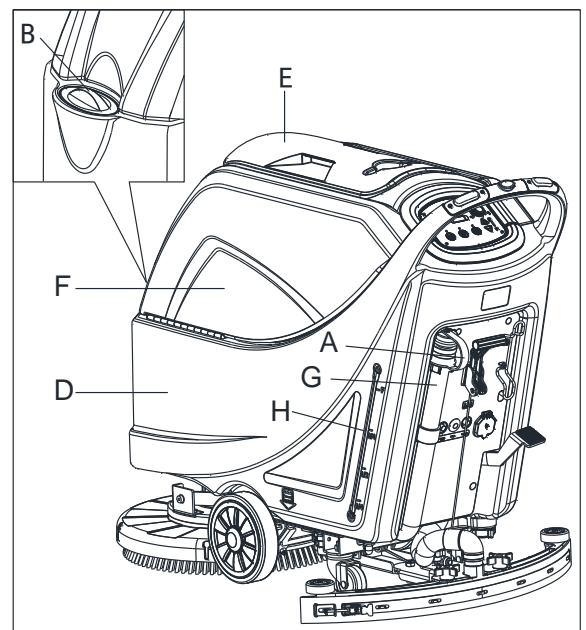

Figura 7
- Abra a tampa de entrada de água (B, Figura 7).